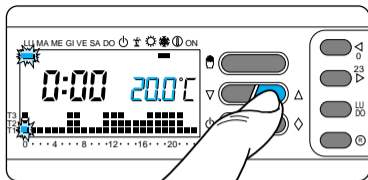
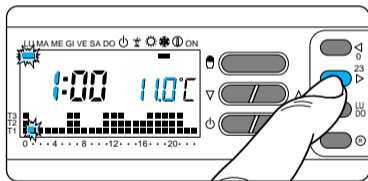

Fig. 41
Fig. 42
8.4 - Mediante el botón ∇ o Δ (fig. 41), seleccione el nivel de temperatura deseado, y luego pulse el botón $0 \div 23 \triangleright$ para pasar a la hora siguiente y definir la temperatura respectiva (fig. 42).